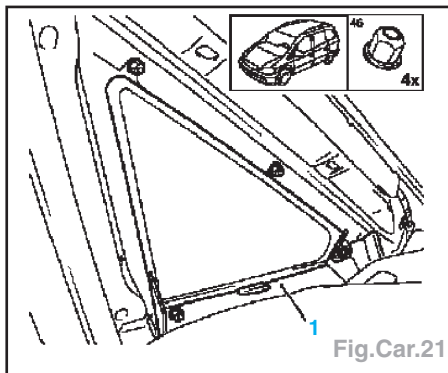

Fig.Car.21
- la partie préformée (1),
- la fenêtre latérale AV (4 écrous) (Fig.Car.21).